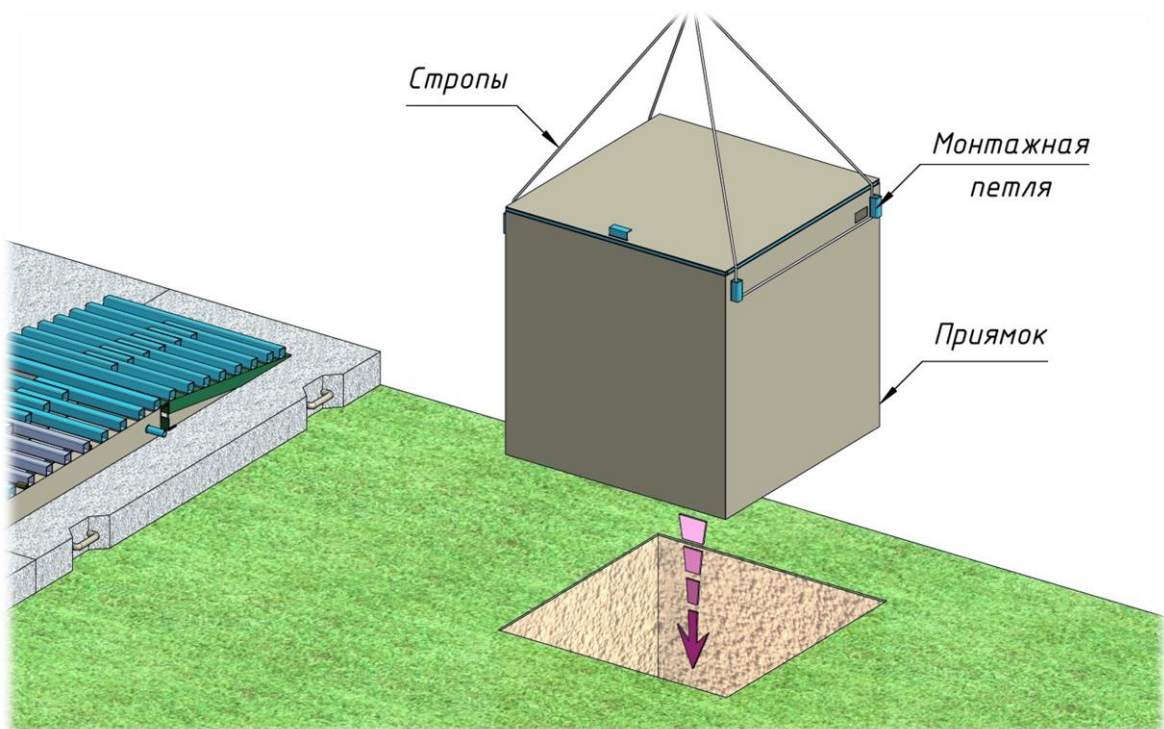

Рисунок 3
- при помощи крана, продев стропы через монтажные петли, приямок опускается в яму (смотри рис. 3);